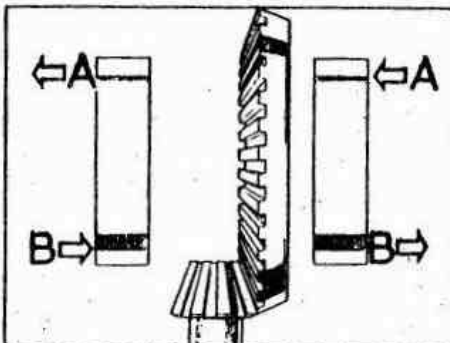

Fig. E-90 Ajuste del juego entre - -
3.5.8. Si la holgura fuera incorrecta, actuar en las tuercas almenadas situadas a un lado y otro de la corona (Fig. E-90) en el sentido necesario, dándole a las dos el mismo giro, una en sentido de aflojar y la otra en el sentido de apretar